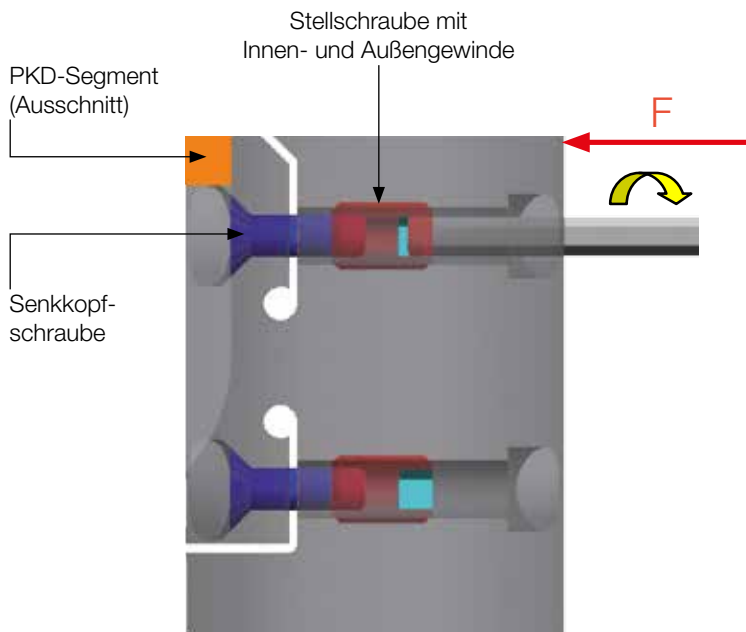

ABB. 1:
1. Zuerst Stellschraube 1 rechtsdrehend betätigen und ca. 10 µm **über** das Durchmesser-Einstellmaß einstellen (siehe ABB.1 und ABB. 3).